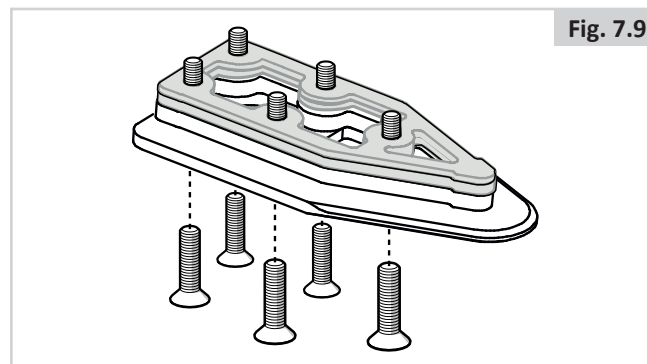

Fig. 7.9
3. Insérez les cinq vis à travers la plaque de verrouillage, l'entretoise obligatoire de 8 mm et les entretoises facultatives nécessaires (en gris sur le dessin) (Fig. 7.9).